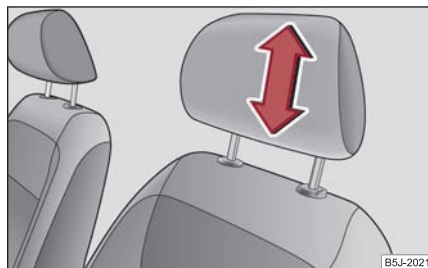

Abb. 64 Kopfstütze einstellen
- Fassen Sie die Kopfstütze seitlich mit beiden Händen an und schieben Sie die Kopfstütze in Achsrichtung der Metallführungsstangen, Pfeilrichtung ⇒ Abb. 64 nach oben oder unten. ▶